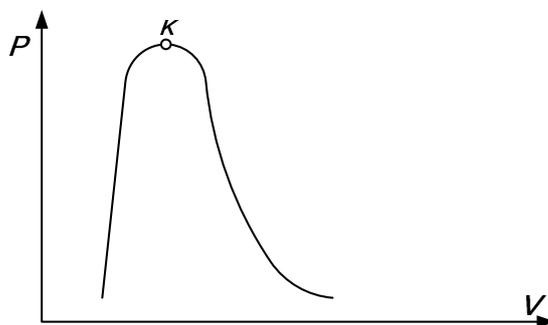

Рис. 3
16. Укажите на p, v -диаграмме (рис. 3) область влажного насыщенного пара, область перегретого пара, кривую, где жидкость находится в кипящем состоянии, и кривую, где тело находится в состоянии сухого насыщенного пара.